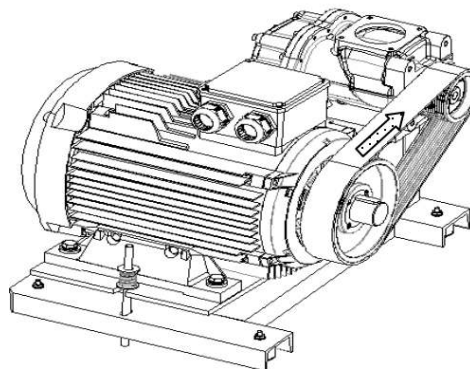

Рисунок 2.2 : НАПРАВЛЕНИЕ ВРАЩЕНИЯ
- Закройте внешнюю панель/дверцу компрессора. Любое нарушение в подаче электрического тока должно сопровождаться проверкой направления вращения компрессора (см. рисунок 2.2)
Нажмите на кнопку «ГОТОВО» («READY»), загорится индикатор. После отпущения этой кнопки, если индикатор продолжает гореть, то вы можете запустить компрессор. Если индикатор не горит, то это значит, что фазы (R, S, T) подключены неправильно. Отключите питание и измените положение любых двух фаз. Для того, чтобы выполнить проверку снова, взгляните на защитное реле в электрическом шкафу мотора. Если индикатор на этом реле загорелся, то это означает готовность компрессора к запуску. Затем нажмите на кнопку запуска-останова для установки компрессора в стартовую позицию, и запустите компрессор на несколько секунд. Компрессорная головка должна вращаться против часовой стрелки, если посмотреть на нее со стороны шкива либо со стороны соединительной муфты (см. рисунок 2.2).
Подайте питание на компрессор. Если на панель управления подается питание, и если нет аварийных сообщений на экране, то это означает, что можно запускать компрессор. Но если на панель управления не подается питание, либо если вы видите сообщение о сбое на экране, то это значит, что фазы (R, S, T) подключены неправильно. Отключите питание и измените положение любых двух фаз. Затем нажмите на кнопку запуска компрессора в стартовую позицию, и включите его на несколько секунд. Компрессорная головка должна вращаться против часовой стрелки, если посмотреть на нее со стороны шкива либо со стороны соединительной муфты (см. рисунок 2.2).